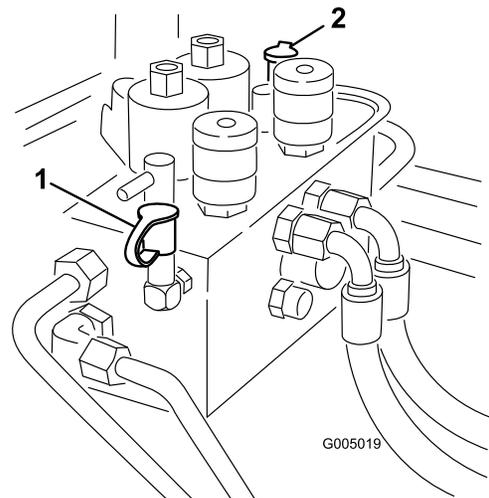

Figura 78
2. A porta de teste B (Figura 78) é utilizada para ajudá-lo a detectar os problemas no circuito hidráulico das unidades de corte frontais.
3. A porta de teste B (Figura 78) é utilizada para ajudá-lo a detectar os problemas no circuito hidráulico das unidades de corte frontais.